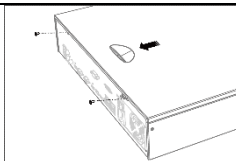

Figure 2-4 Retirez le couvercle
Step 1 Desserrez les vis situées à l'arrière de l'appareil et poussez le couvercle vers l'arrière pour retirer le couvercle. Reportez-vous à Figure 2-4.